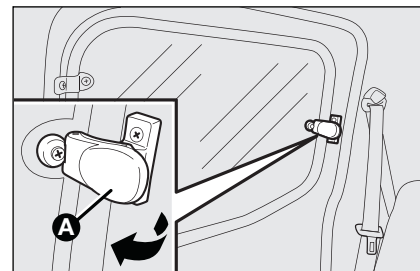

fig. 67
- ☐ druk de hendel **A**-fig. 67 naar buiten totdat de ruit geheel geopend is.